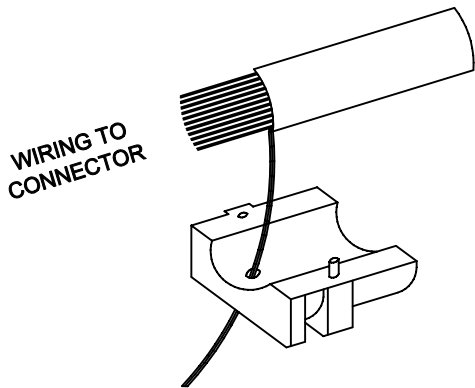
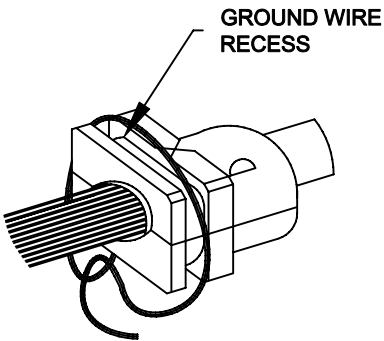
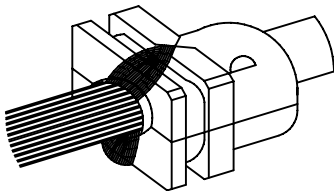

FIG. 1
FIG. 2
FIG. 3
3. WRAP THE SHIELD/GROUND AROUND THE STRAIN RELIEF AS IN FIG. 2 OR FIG. 3 AND AS OUTLINED BELOW
1. INSERT THE GROUND WIRE THROUGH HOLE IN ONE HALF OF THE STRAIN RELIEF AS SHOWN IN FIG 1. ASSEMBLE THE TWO HALVES OF THE STRAIN RELIEF AROUND THE CABLE MAKING SURE THAT THE CABLE INSULATION RUNS THROUGH THE FULL LENGTH OF THE STRAIN RELIEF, THEN COMPLETE AS IN FIG 2
3. PLACE THE ASSEMBLY INTO THE LOWER HALF OF THE HOOD MAKING SURE THAT THE GROUND WIRE IS SHOWING FROM UNDER THE CONTACT AREA OF THE STRAIN RELIEF ASSEMBLY AS IN FIG 2
1. FOR HEAVILY BRAIDED CABLE, PIGTAIL THE BRAID INTO TWO BRAIDS, AND BRING IT BACK OVER THE ASSEMBLED STRAIN RELIEF. SEE FIG 3